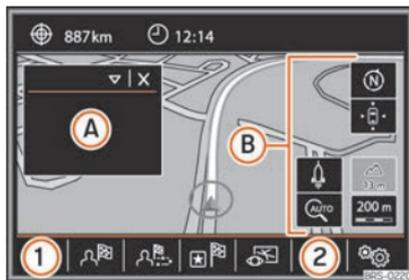

Fig. 224 Menu principal Navigation
- Vue** Modification de la représentation de la carte et activation ou désactivation de la fenêtre » fig. 224 **A** » page 239.